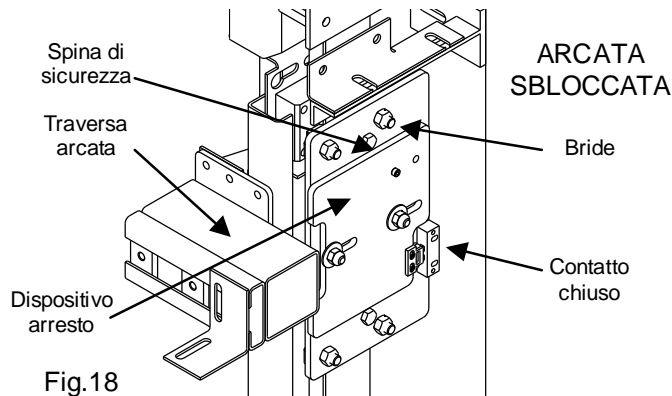

Fig. 18
- Fissare il dispositivo di arresto sulle guide arcata, ad un'altezza sufficiente da lasciare uno spazio libero tra la porta dell'ultima fermata e la parte più sporgente dell'operatore di 800mm. (**fig. 18**)
- Spostare il dispositivo di arresto in avanti, bloccando la traversa superiore dell'arcata. (**fig. 18**)